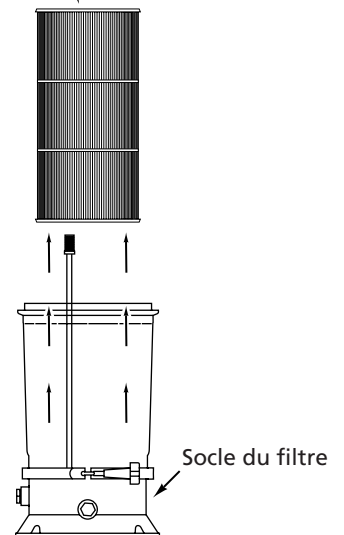

Figure 9
- Sortir la cartouche filtrante du corps du réservoir (voir la Figure 9). Ne pas laisser tomber la cartouche filtrante. Mettre la cartouche filtrante dans un endroit propre où elle pourra être nettoyée avec un jet d'eau.